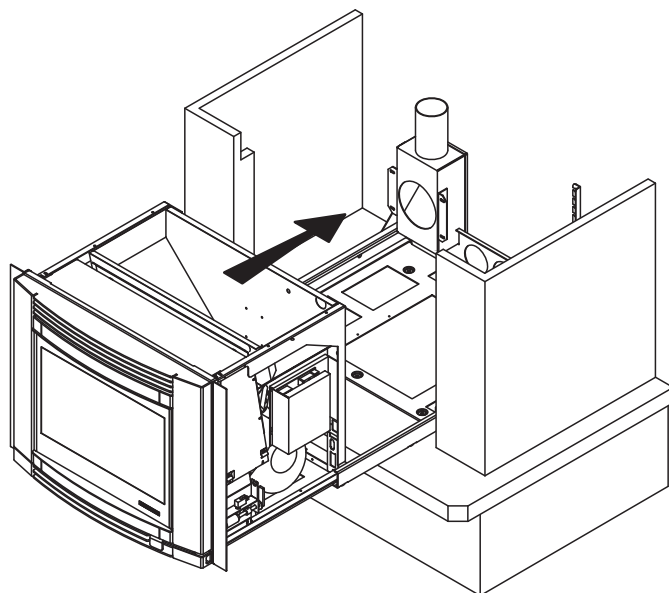

Fig. 6.1.9
- 3) Rimontare le guide telescopiche e rinserire la stufa nel basamento (Fig. 6.1.9);
- 3) Re-install the telescopic guides and re-insert the stove in the base (Fig. 6.1.9);
- 3) Die Teleskopschienen wieder montieren und den Ofen wieder in den Sockel setzen (Abb. 6.1.9).